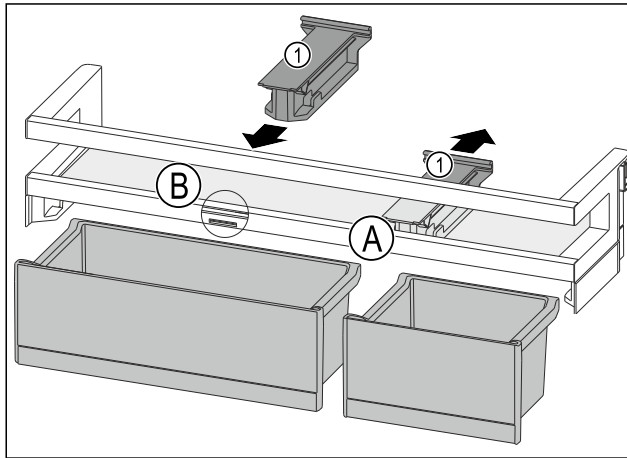

Fig. 97
- ▶ Haltebolzen Fig. 97 (1) in Position Fig. 97 (A) nach hinten abziehen.
- ▶ Haltebolzen Fig. 97 (1) in Position Fig. 97 (B) einsetzen.